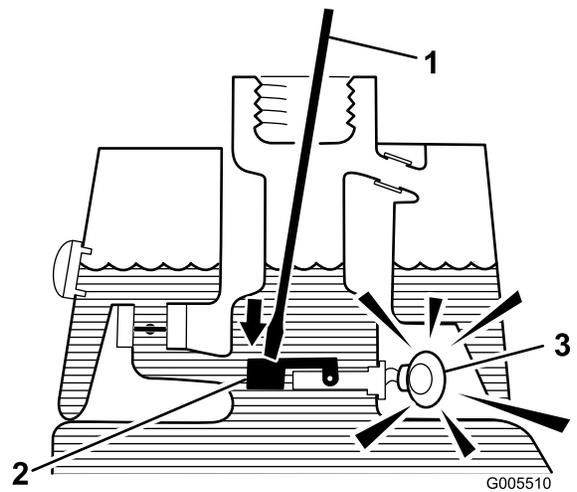

図 26
3. 汚れのない棒やドライバを差し込んで、フロートを軽く押さえてやる図 26。秒後にアラームが鳴れば正常である。